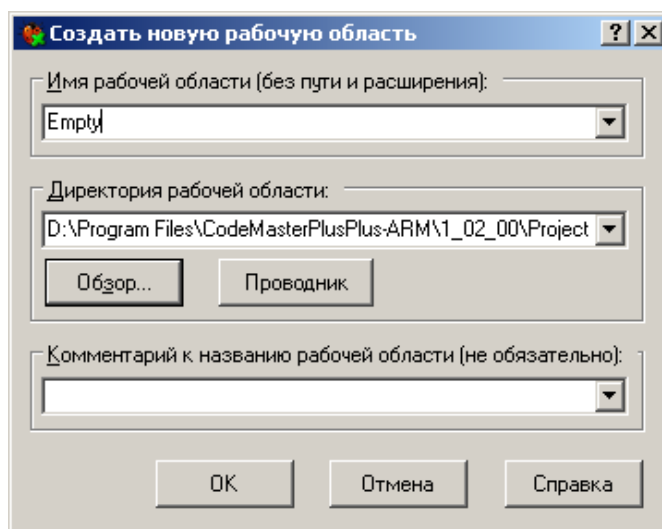
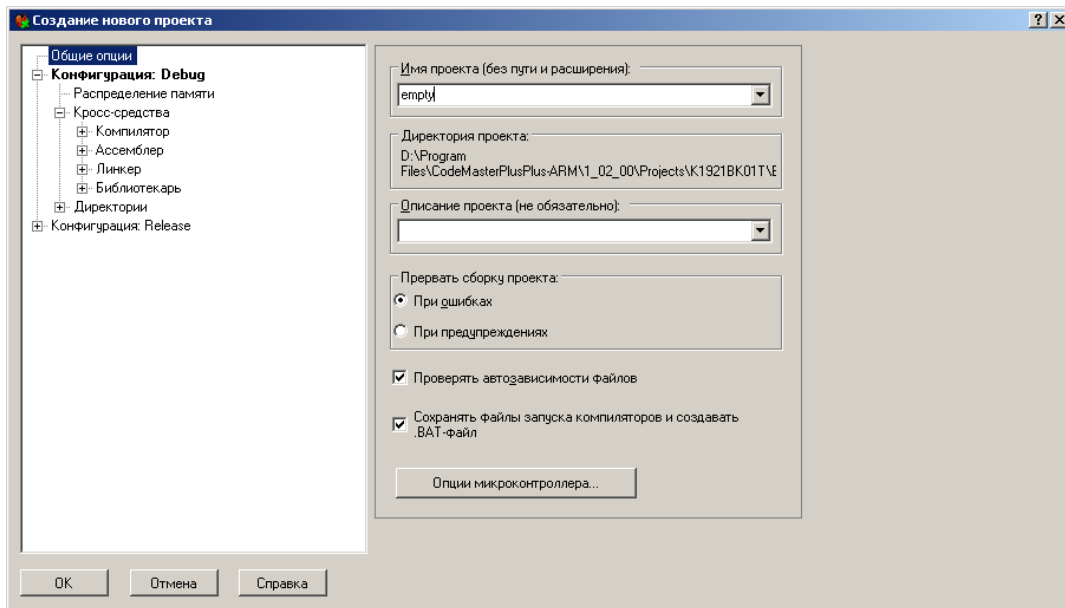
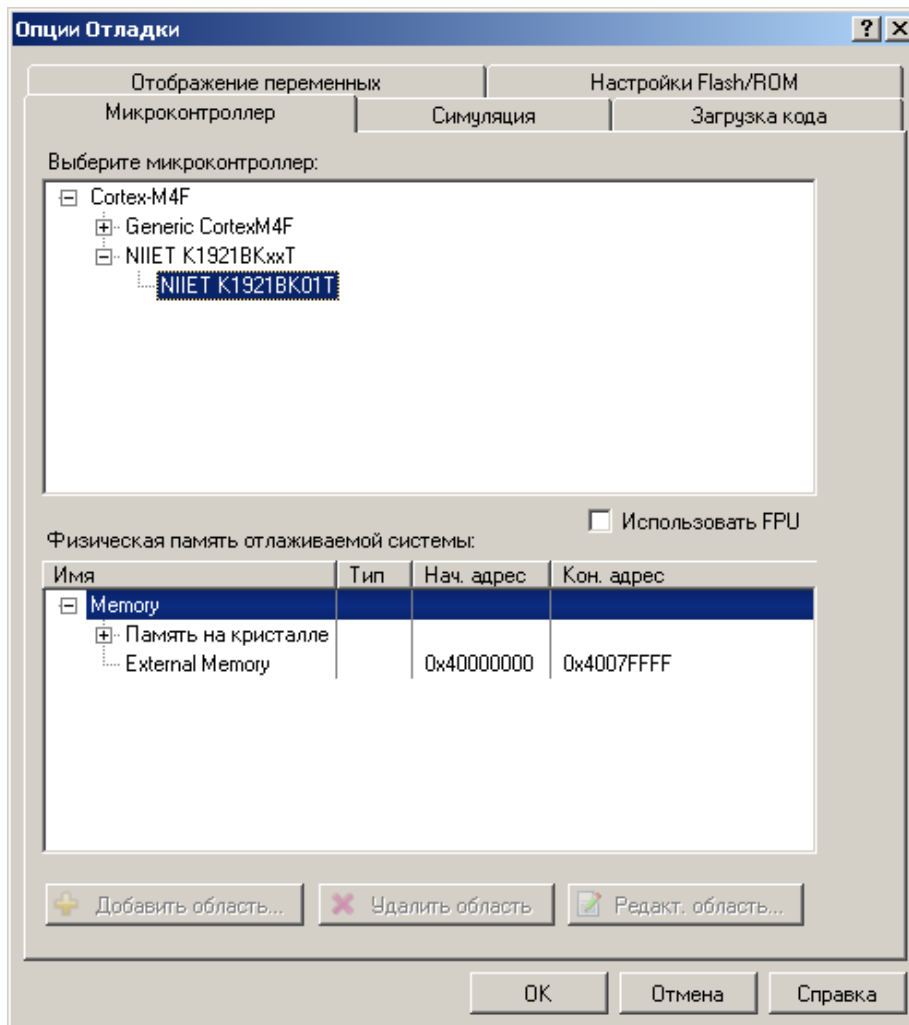

Рисунок 4.1 – Окно создания рабочей области
Рисунок 4.2 – Окно свойств проекта
Рисунок 4.3 – Окно настроек микроконтроллера
1. Создайте новую рабочую область (Проект->Рабочая область-> Создать) (рисунок 4.1) и в ней создайте новый пустой проект (нажатием правой клавиши мыши в окне рабочей области вызовите контекстное меню и выберите «Добавить->Новый проект») (рисунок 4.2).
2. Откройте окно настроек проекта (Проект->Настройки активного проекта) (рисунок 4.2), нажмите «Опции Микроконтроллера». В появившемся окне перейдите на вкладку «Микроконтроллер» (Рисунок 4.3) и выберите микроконтроллер «NIET K1921BK01T»